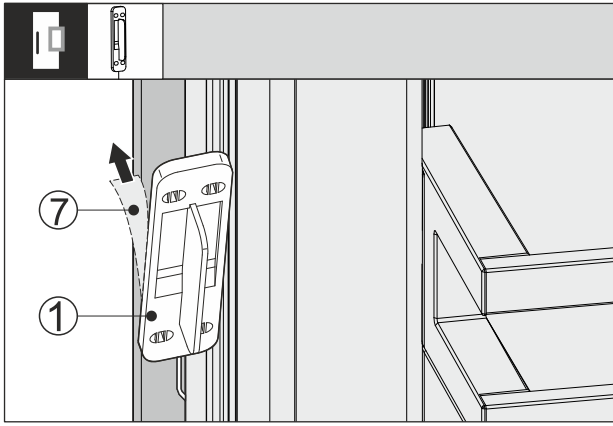

Fig. 65
- Tõmmake kaitsekile Fig. 65 (7) koputussensori Fig. 65 (1) tagaküljelt maha.